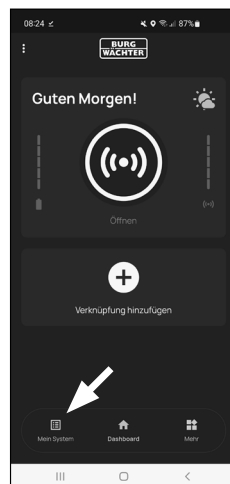

Fig. 4
- 7 Appare la schermata principale dell'app *BURGsmart*. Aprire il menu "Mein System" (Il mio sistema) in basso a sinistra (Fig. 4).